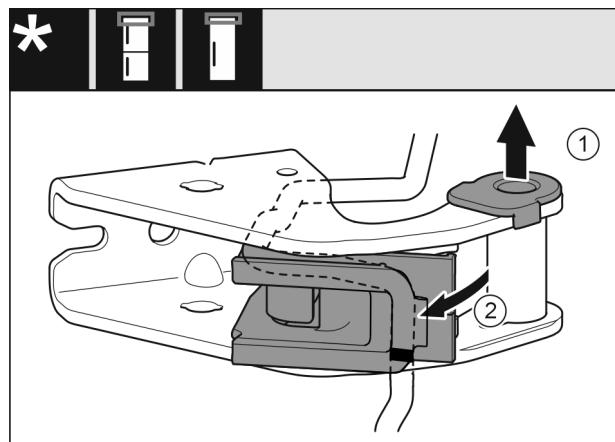

Fig. 26
- Izvucite čahuru ležaja iz vodilice. Fig. 26 (1)
- Zakrenite držać kabela prema van. Fig. 26 (2)